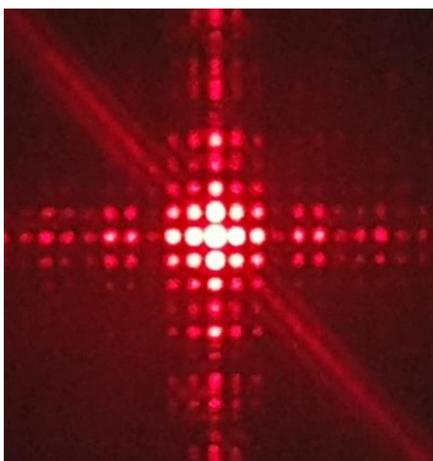
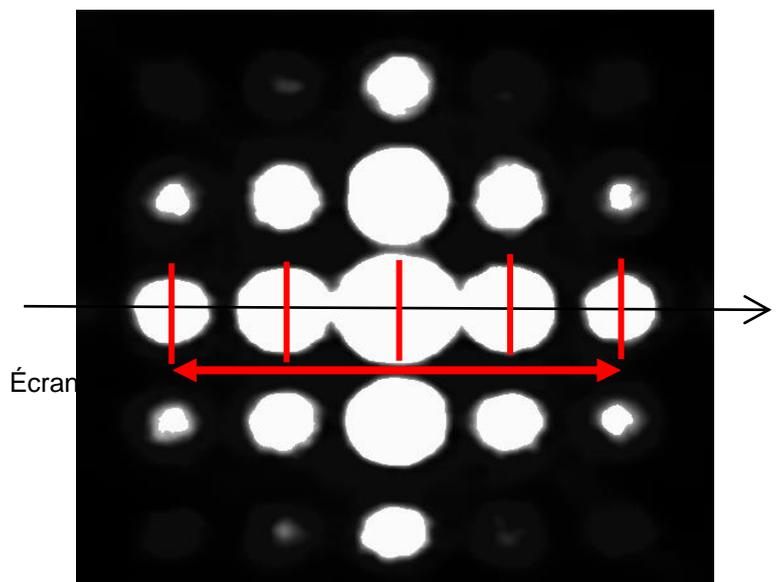

Figure 6. Figure d'interférences obtenue
Figure 7. Tache centrale de la figure d'interférences à l'échelle 1/1
- la figure d'interférences obtenue est donnée sur les figures 6 et 7.
Le centre de la figure d'interférences de la figure 6 est représenté sur la figure 7 ci-dessus à l'échelle 1/1. L'interfrange, noté  $i$ , est défini comme la distance entre les centres de deux taches lumineuses successives selon l'axe identifié sur la figure 7.
(0,5 pt) Voir figure 7. Pour une meilleure précision, on mesure plusieurs interfranges.